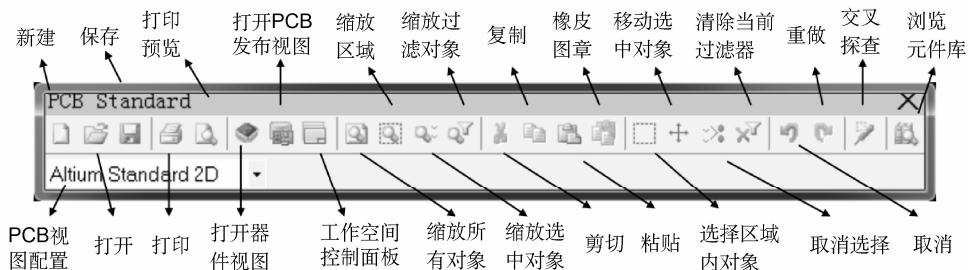

图 10-5 PCB 标准工具栏
3) PCB 标准工具栏：提供 PCB 设计中常用的一些基本操作命令，如图 10-5 所示，工具栏各按钮的说明见表 10-3。